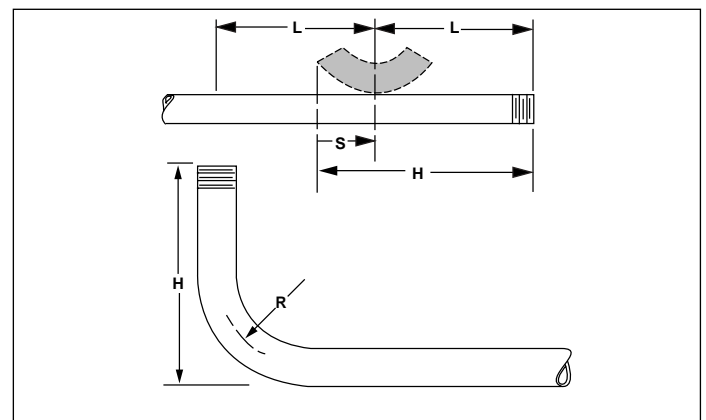

Figure 5
1. Marquer les dimensions de relevage (H) souhaitées sur la longueur droite du tuyau (voir figure 5).
2. Rechercher la taille du tuyau à cintrer dans le tableau 1 et obtenir la dimension de recouvreance (S).
3. Mesurer la recouvreance (déduire (S) et marquer le tuyau).